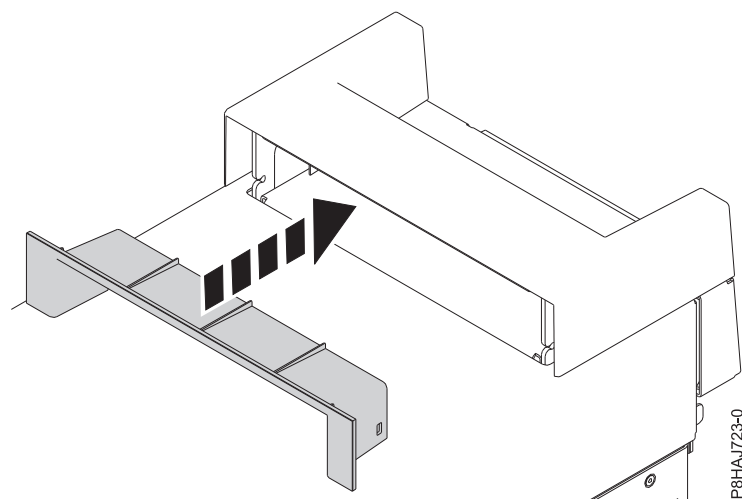

Figura 38. Inserindo a peça dentro da tampa da alça em um sistema 8286-41A independente
2. Insira a peça dentro da tampa da alça empurrando-a firmemente para a tampa da alça, conforme mostrado em Figura 38.